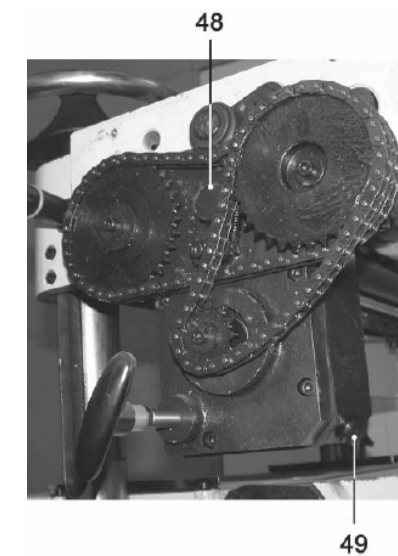

Рис.17
10.6. Замена масла механизма автоматической подачи заготовки (Рис.17,18)
10.5. Регулировка натяжения цепи механизма автоматической подачи заготовки (Рис.17,18)